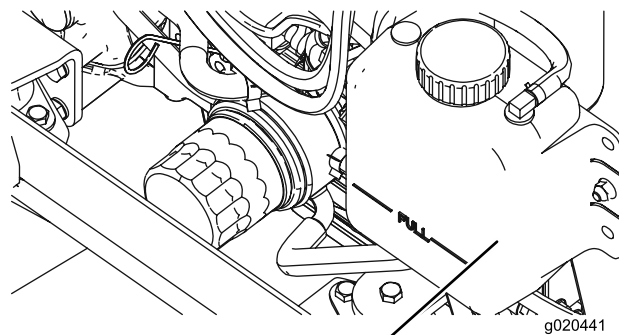

Figura 64
1. Togliete con cautela il tappo del radiatore e il tappo del serbatoio di espansione (Figura 64).